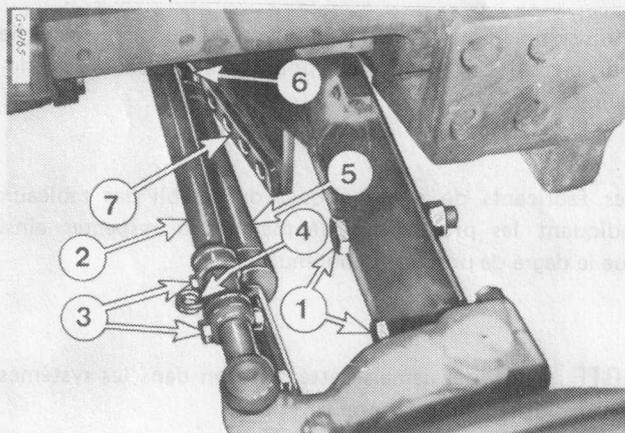

Figure 22/23
Sur les tracteurs à essieu avant réglable, l'écartement des roues avant peut varier suivant les dimensions indiquées dans le tableau ci-dessous grâce au coulissement des extensions. Ces dernières sont pourvues chacune de trois encoches et leur fixation est assurée au moyen des boulons (1) - fig. 22/23 . La largeur de la voie peut être réglée de 1600 à 2100 mm par paliers de 100 mm.
Otez les boulons de brides (1) - fig. 22/23 - retirez l'attache-rapide (4) et desserrez les colliers de serrage (3) de la barre d'accouplement.
NOTE: L'intervalle entre les trous de la barre d'accouplement (2) - fig. 22/23 et la barre de réglage (7), correspond pour les deux extensions d'essieu au sont d'un trou.